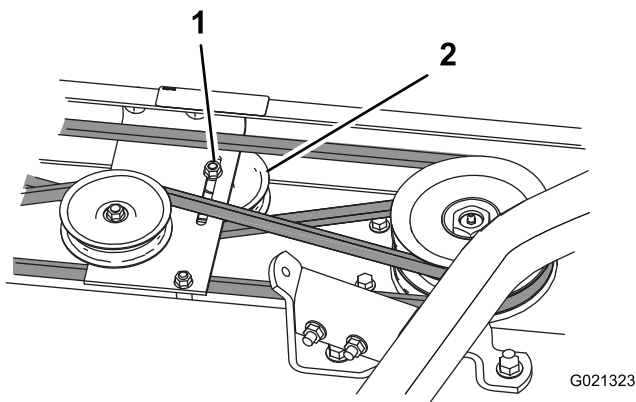

Figura 24
3. Afloje las poleas tensoras para aliviar la tensión de las correas (Figura 24).
4. Retire los pernos de cuello cuadrado, las arandelas de freno y las tuercas que sujetan la caja de engranajes. Retire la caja de engranajes de la chapa de montaje y colóquela sobre la unidad de corte (Figura 24).
7. Tense la correa haciendo palanca para apretar la polea tensora contra la correa y apretando la tuerca con arandela prensada de la polea tensora (Figura 24).